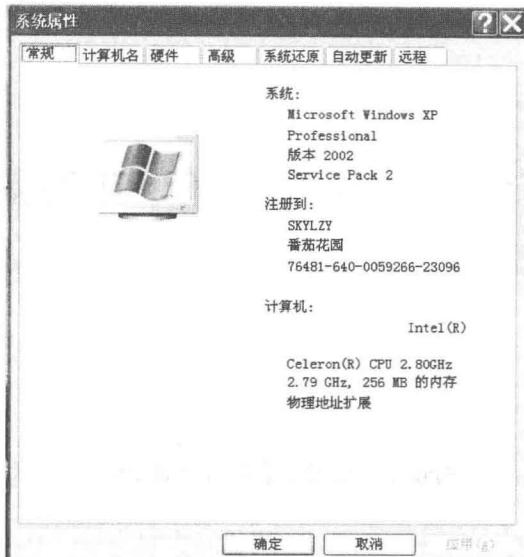

图 1-1 【系统属性】对话框
(1) 首先在桌面上右键单击【我的电脑】图标，从快捷菜单中选【属性】，打开如图 1-1 所示的【系统属性】对话框。